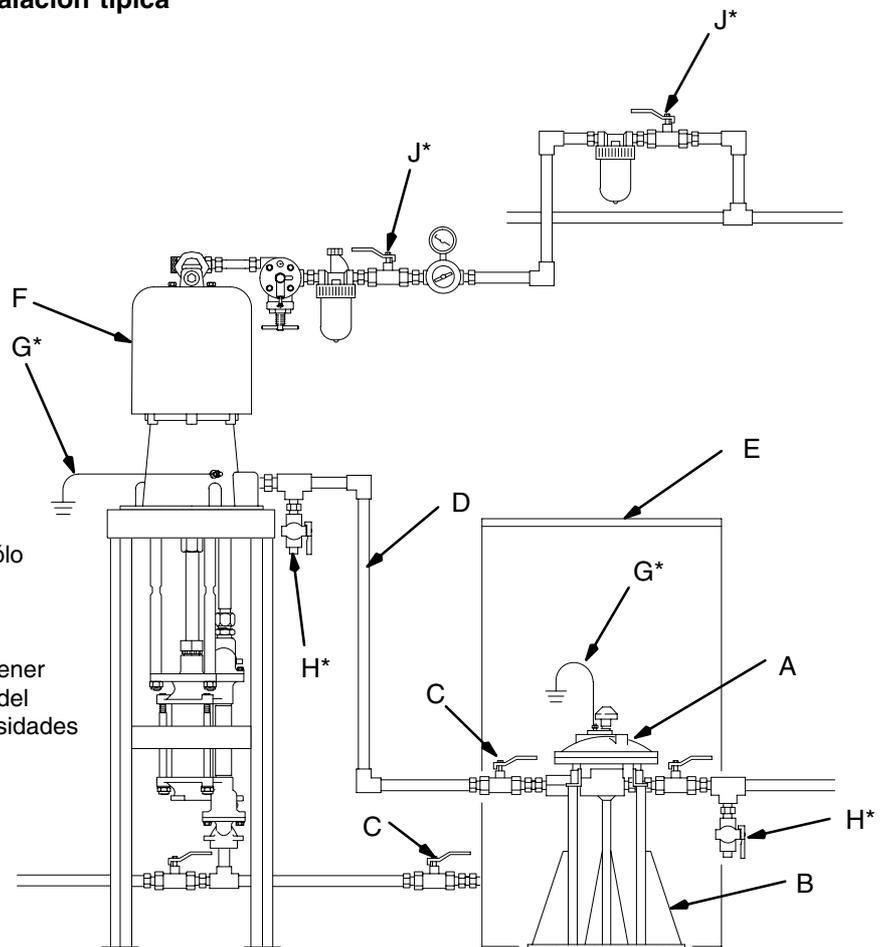

Fig. 3
(Vea la Fig. 3.)
Instale una válvula de corte de fluido (C) antes y después del tanque antipulsaciones para aislarlo durante las tareas de mantenimiento. Vea la Fig. 3.